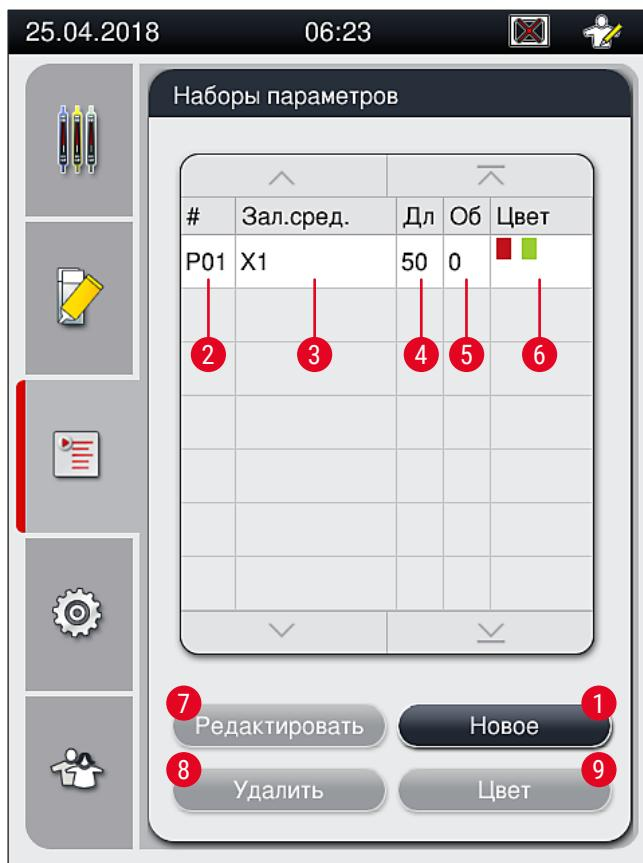

Рис. 42
- Меню наборов параметров (→ Рис. 42) позволяет пользователю создавать новые наборы параметров, изменять существующие и назначать цвета ручек штативов для наборов параметров. Создание и изменение наборов параметров требует активации статуса Администратор и возможно, только если в приборе не находятся штативы и прибор работает вхолостую.
- ✓ Новый созданный набор параметров сохраняется в памяти и может быть выбран в меню наборов параметров (→ Рис. 42).